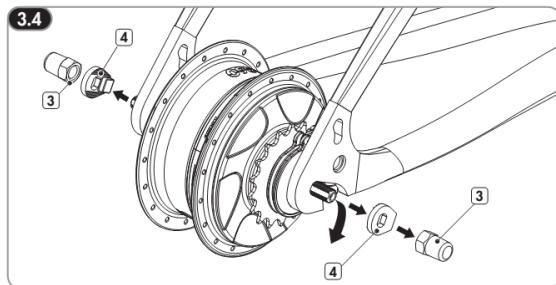

Abbildung 10: Die Sicherungsscheiben und Radmuttern abnehmen
- 4 - Die Radmuttern (3) sowie die Sicherungsscheiben (4) lösen (siehe Abbildung 10)